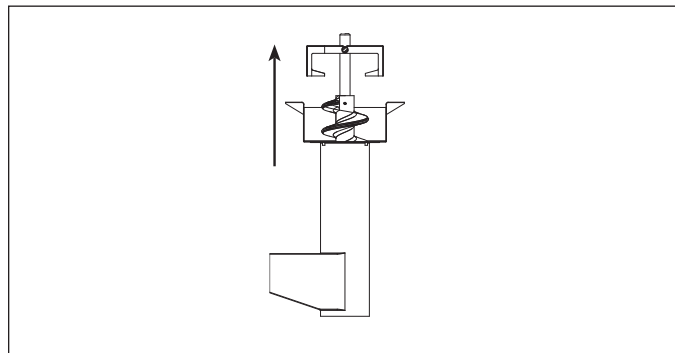

Figure 15.
- D. Retirez la fraise de l'écran en la soulevant (voir la figure 15).